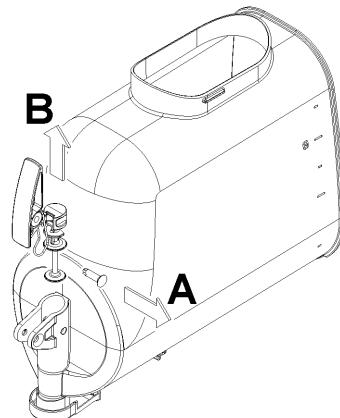

figura 14
- 5** Smontare il rubinetto seguendo la sequenza indicata (vedere figura 14).